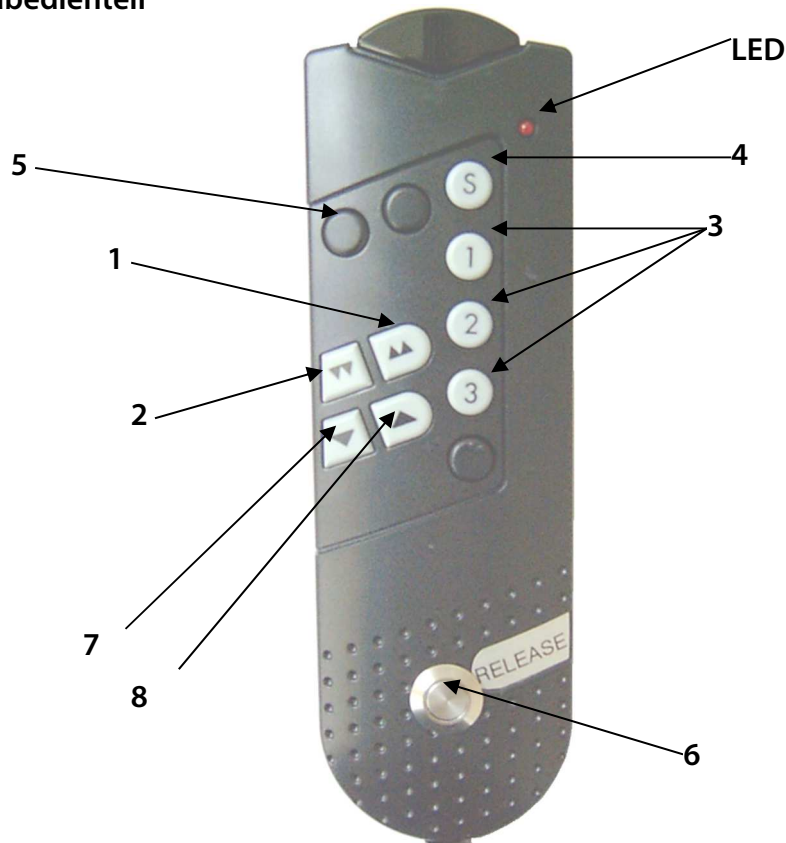

Abbildung 2-2
**Zum Ausführen einer Tischplatten Höhenverstellung ist es notwendig die Bewegungs-Freigabe Taste (Abb. 2-2/6) vor einer Bewegungs-Taste (Abb. 2-2/1, 2, 3 oder 7, 8) zu betätigen.**
**Zur Beendigung der Höhenverstellung zuerst die entsprechende Bewegungs-Taste (Abb. 2-2/1, 2, 3 oder 7, 8) loslassen und erst dann die Bewegungs-Freigabe Taste (Abb. 2-2/6) .**
Durch Drücken einer der Pfeiltasten ,  oder ,  (Abb. 2-2/1, 2 oder 7, 8 in Verbindung mit 6) kann die Tischplatte nach oben oder unten bewegt werden. In den Endpositionen werden die Antriebe automatisch angehalten.
Zum Abgleich muss die Taste „S“ (Abb. 2-2/4) dreimal gedrückt werden. Anschließend wird mit der schwarzen Taste (Abb. 2-2/5 in Verbindung mit 6) oben links die Tischplatte nach unten gefahren bis beide Hubsäulen automatisch in der untersten Position abschalten. Die Steuerung quittiert dies mit einem Piep Ton, jetzt sind die Säulen synchronisiert.
Die Freigabetaste ((Abb. 2-2/6) loslassen.
Dreimal die Taste „S“ (Abb. 2-2/4) drücken und anschließend die Taste 1, 2 oder 3 (Abb. 2-2/3) betätigen, um die Position auf eine dieser Tasten abzuspeichern. Der Vorgang wird mit einem Piep-Ton bestätigt.